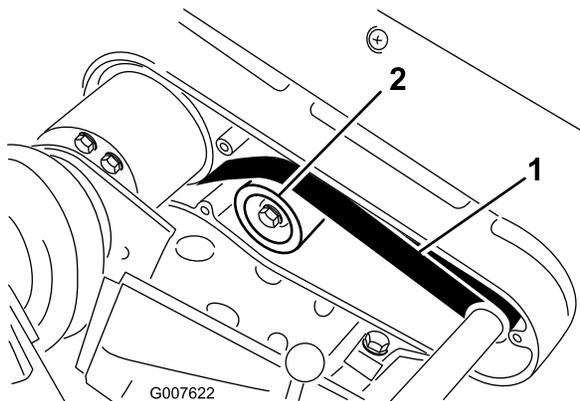

Рисунок 39
- Проверьте натяжение, приложив к ремню посередине между шкивами (Рисунок 39) усилие 22–26 Н. Ремень должен прогнуться на 6 мм.
- Отпустите гайку крепления натяжного шкива и поджимайте натяжной шкив по часовой стрелке к обратной стороне ремня, пока не будет получено требуемое натяжение (Рисунок 39).